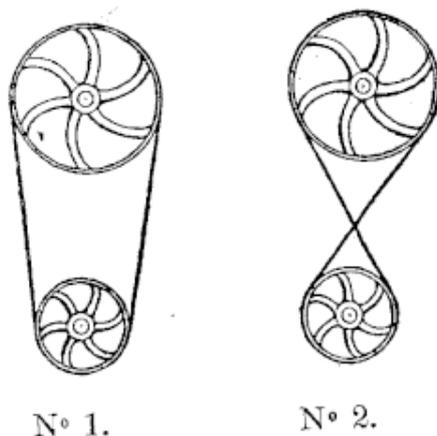

FIG. 57.
*Courroie droite ou croisée.* — Lorsque les deux brins de la courroie marchent parallèlement l'un à l'autre, la courroie est dite *droite* (fig. 57, n° 1).
Lorsque le brin supérieur d'une courroie passe en dessous de l'autre, les deux brins se rencontrent alors en croix et la courroie est dite *croisée* (fig 57, n° 2).